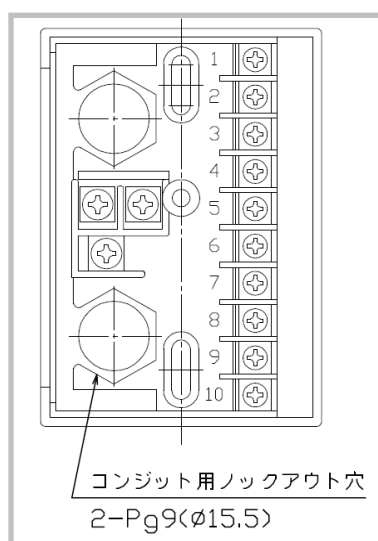

図 3
- (1) 図3にサブベースの端子配列を、図5に外部機器との結線例を示します。